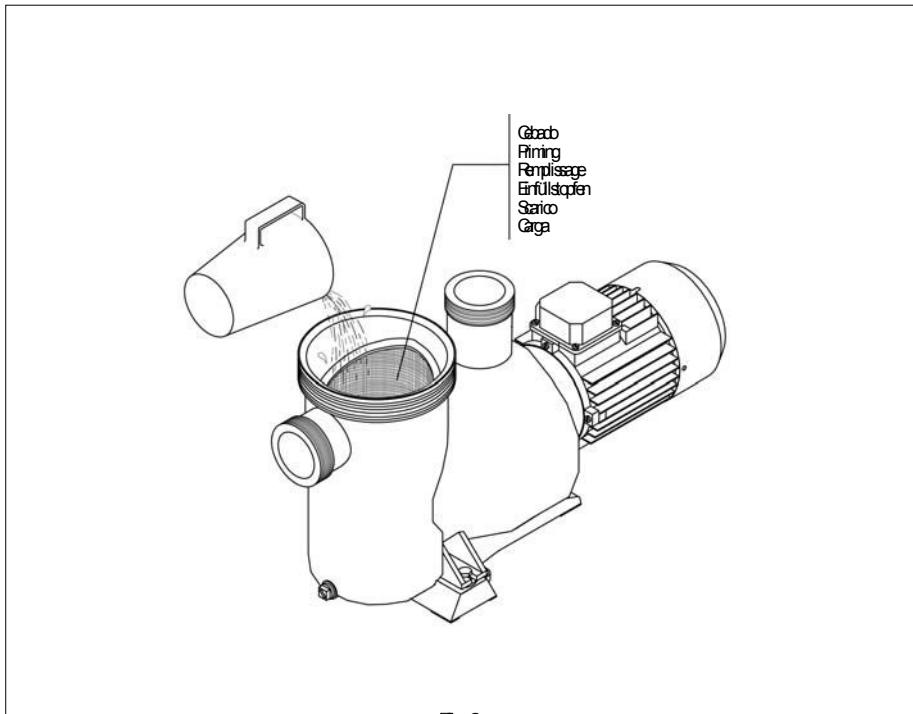

Fig. 3
- Para o correcto funcionamento da bomba é necessário efectuar o enfileiramento do pré-filtro da bomba até que a água chegue à conduta de aspiração (Fig.3).